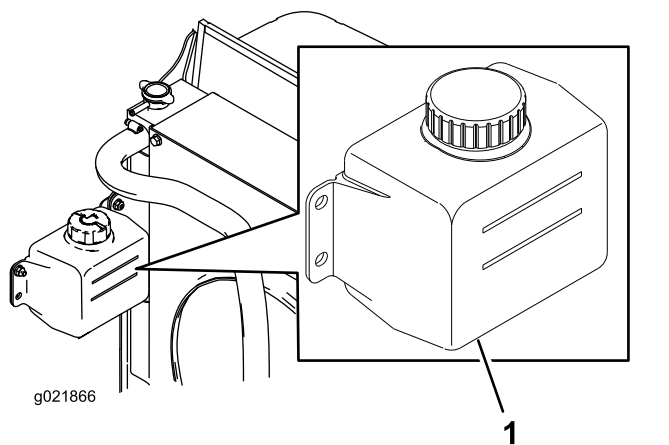

Figura 94
1. Verifique o nível de líquido de arrefecimento do depósito secundário (Figura 94).